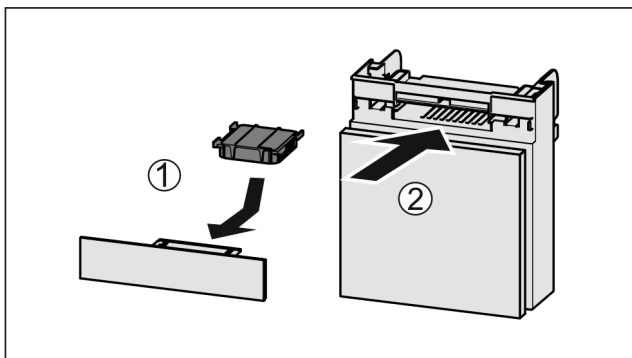

Fig. 58
- ▶ Insérer le filtre à charbon actif d'après le schéma Fig. 58 (1).
- ▶ Insérer le compartiment Fig. 58 (2).